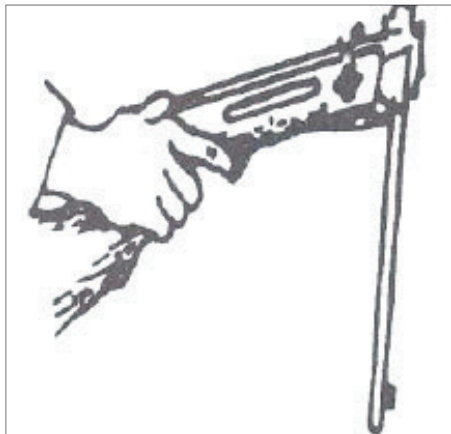

Figure 2
3. Placez un plomb dans la chambre en utilisant votre main gauche et remontez lentement le canon afin de le réassembler avec le bout de la crosse (voir figure 2).